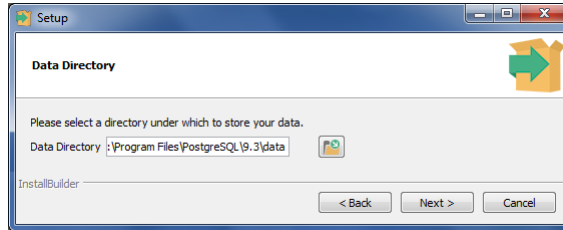

Рис. 3.5. Выбор папки для сохранения Ваших данных
5. Выберите папку для сохранения данных и нажмите кнопку Next (Рис. 3.5).